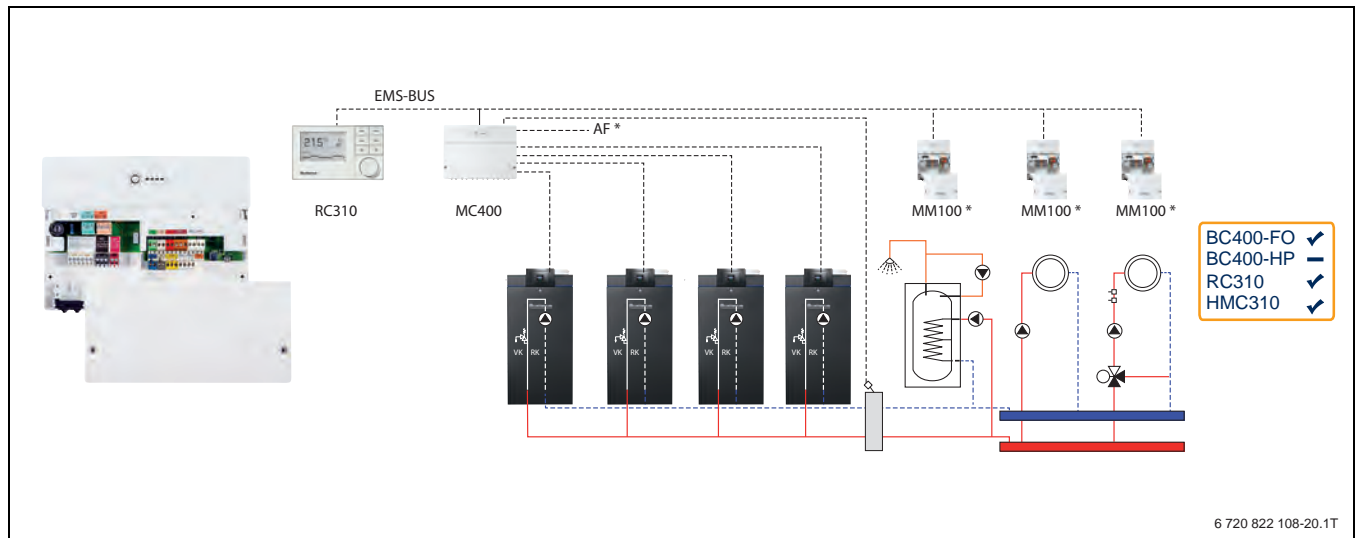
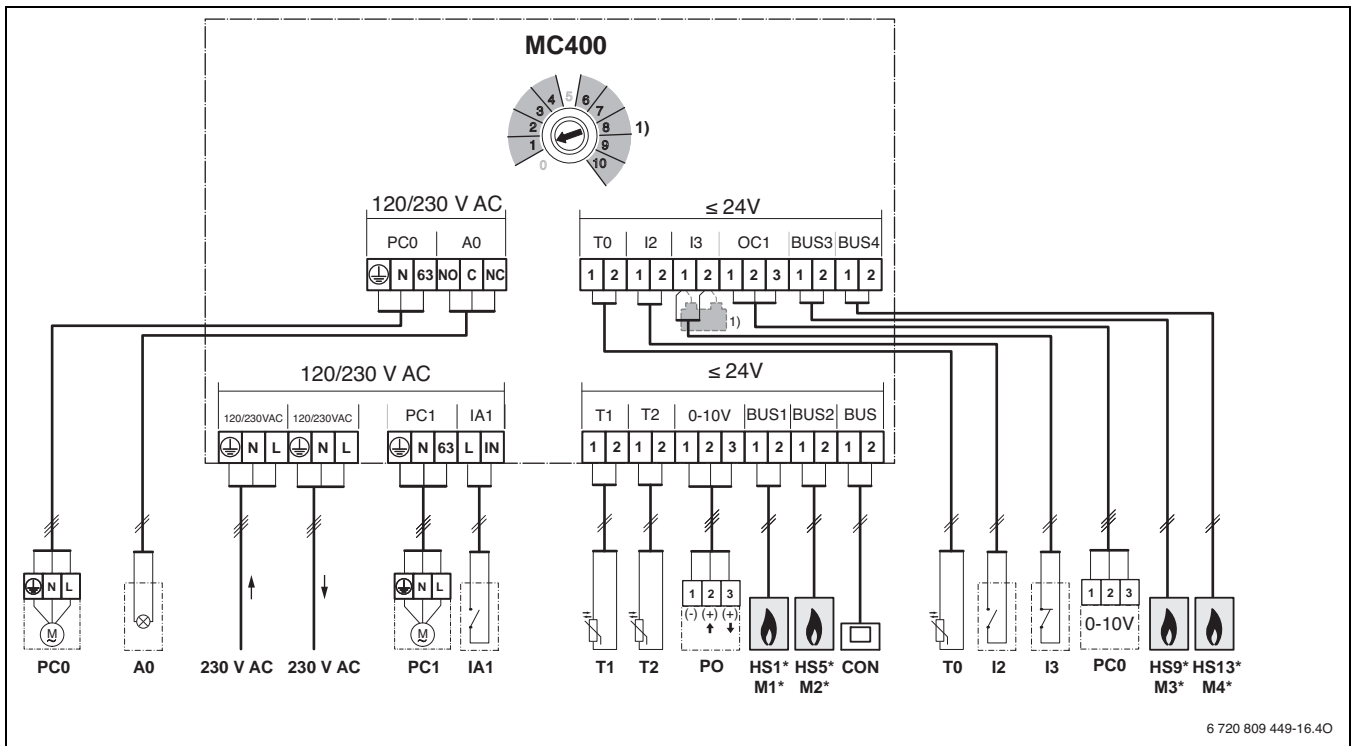

Bild 64 Wandgerätekaskade (alternativ: bodenstehende Mehrkesselanlage EMS plus) mit Kaskadenmodul MC400 und Systembedieneinheit Logamatic RC310
Bild 65 Anschlussplan MC400
- Jeder EMS-Kessel (Anschlussklemme „BUS“ und „EMS“) wird einzeln mit dem Modul MC400 verbunden (MC400 Anschlussklemme „BUS1 ... 4“) → Bild 65, Seite 99. Die anlagenseitigen Funktionsmodule und Fühler werden direkt am Modul MC400 installiert, nicht am Wärmeerzeuger → Bild 64, Seite 96.